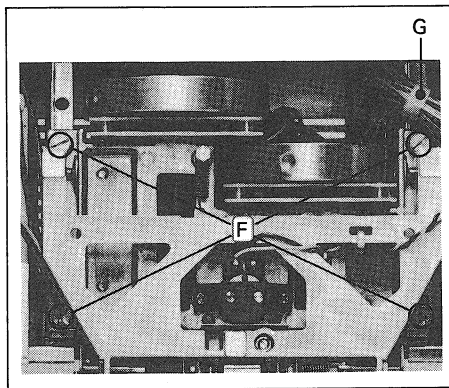

Fig. 2.5
- Die vier Befestigungsschrauben [F] mit den Federn entfernen (Fig. 2.5).
- Unfasten the four mounting screws [F] including the springs (Fig. 2.5).
- Dévissez les 4 vis de fixation [F] avec les ressorts (fig. 2.5).